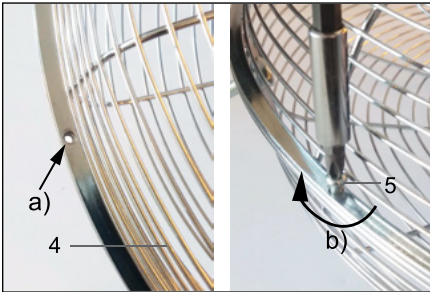

Fig.42: Montage beschermrooster
4. Plaats de tweede helft van het beschermrooster (4) op het beschermrooster met het motorblok en de rotor.
*De gaten van beide helften moeten over elkaar liggen. Zie afb. 42 a).*
5. Steek eerst alle kruiskopschroeven (5) door de daarvoor bestemde gaten van beide roosterhelften.
6. Draai de schroeven dan telkens in diagonale volgorde rechtsonder vast, afb. 42 b).